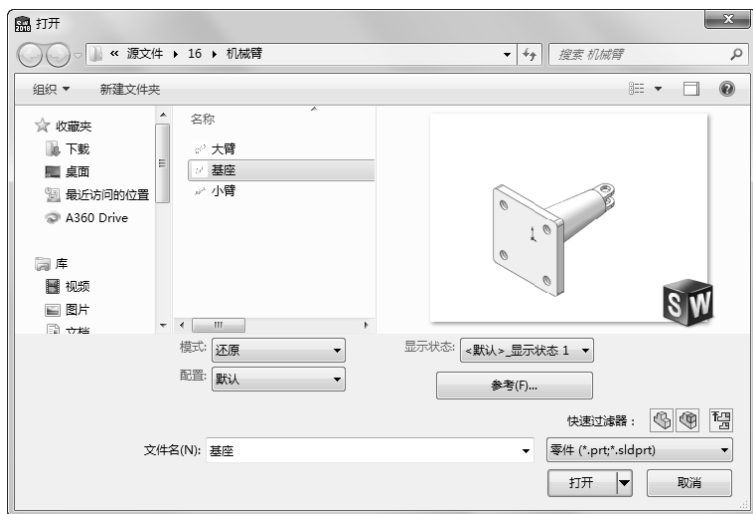
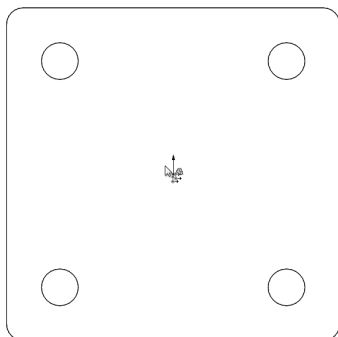

图 11-62 “打开”对话框
图 11-63 定位原点
2) 定位基座。单击“开始装配体”属性管理器中的“浏览”按钮，系统弹出“打开”对话框，选择已创建的“基座”零件，这时对话框的浏览区中将显示零件的预览结果，如图 11-62 所示。在“打开”对话框中单击“打开”按钮，系统进入装配界面，光标变为形状，选择菜单栏中的“视图”→“原点”命令，显示坐标原点，将光标移动至原点位置，光标变为形状，如图 11-63 所示，在目标位置单击将基座放入装配界面中，如图 11-64 所示。